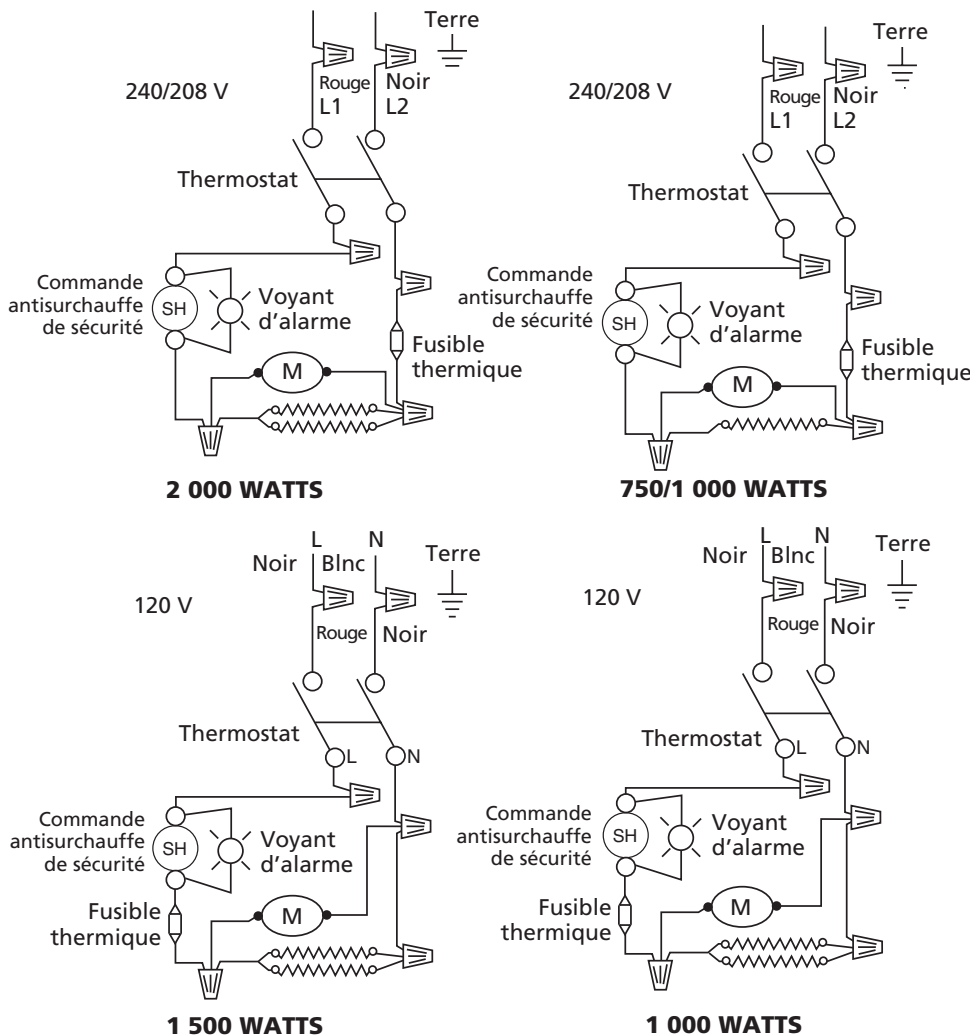

Figure 4
2. Connecter le câblage fourni par l'utilisateur aux raccords de connexion du radiateur (voir la Figure 4, page 4). Connecter le câble de terre fourni par l'utilisateur au fil de terre vert.